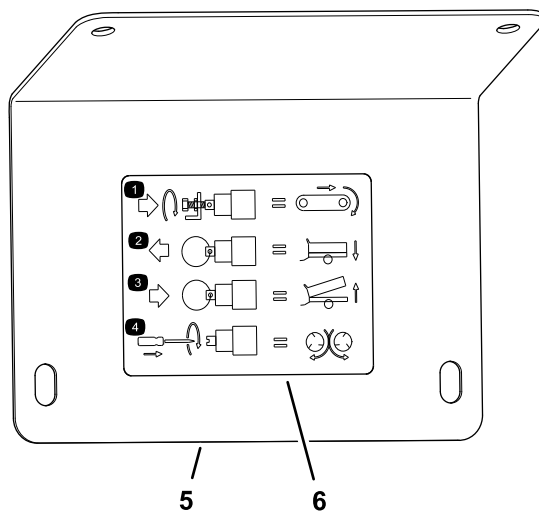

Figura 30
**Nota:** Fate riferimento all'adesivo sulla piastra di copertura (Figura 30).